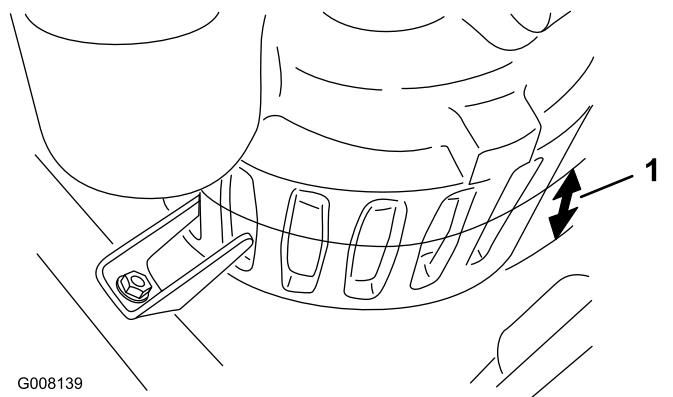

Bild 8
1. Messen Sie die Wassertiefe im tiefsten Teil des Bunkers. Wenn die Wassertiefe weniger als 6,35 cm beträgt (in der Mitte der Schlitte an der Pumpe), graben Sie ein 30,5 cm x 30,5 cm x 5 bis 7,6 cm tiefes Loch, und versenken Sie die Pumpe in dem Loch (Bild 8).